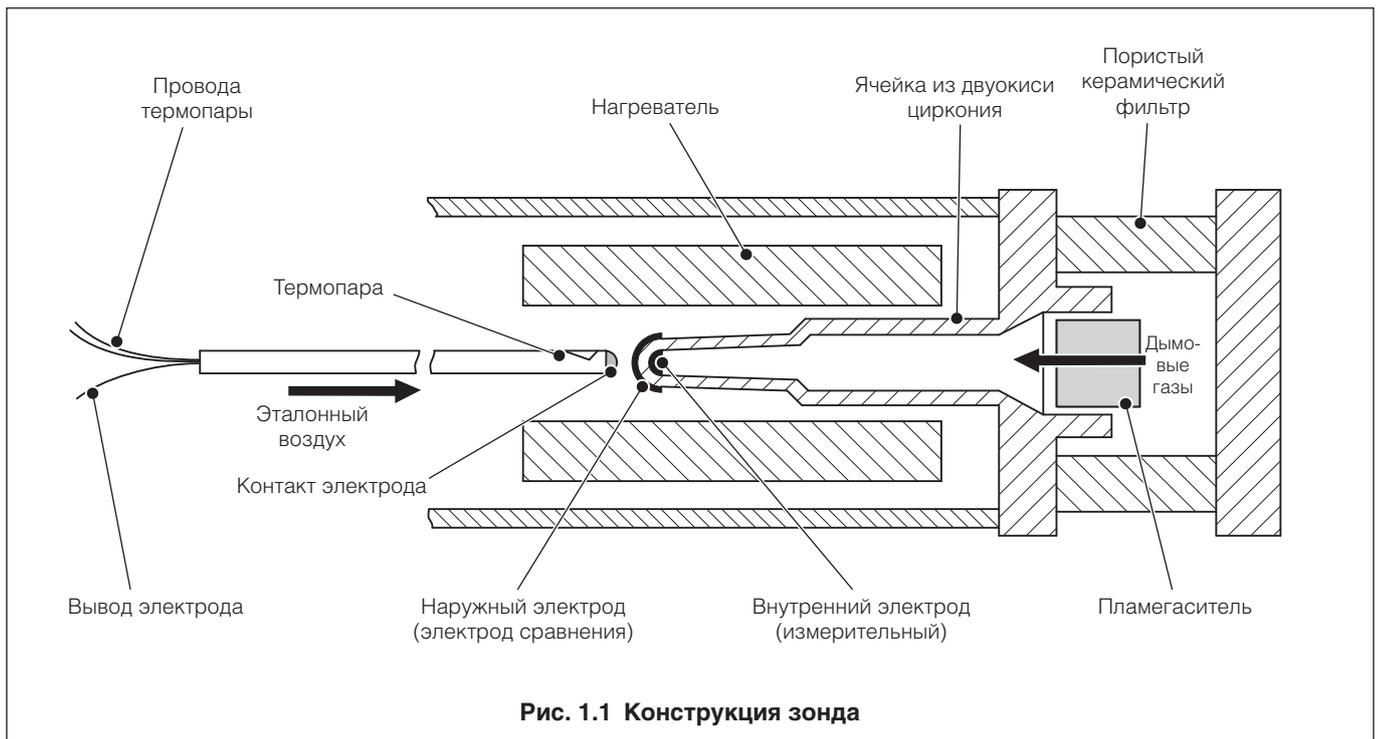

Рис. 1.1 Конструкция зонда
1.1 Принцип действия – Рис. 1.1 и 1.2